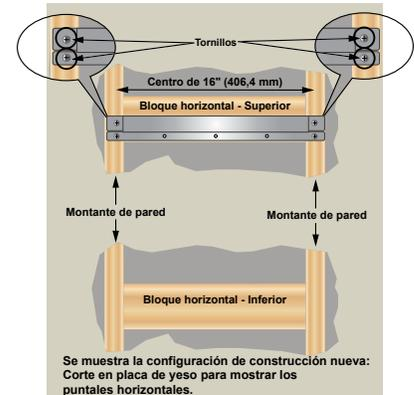

Figura 6 - Instalación en soporte de pared.
1. Fije el soporte de montaje en pared con los cuatro tirafondos incluidos en los montantes de pared. Consulte la Figura 6. **NO** fije solo en las placas de yeso. **AVISO:** Los sujetadores incluidos son solo para montantes de pared. Cuando monte en cualquier